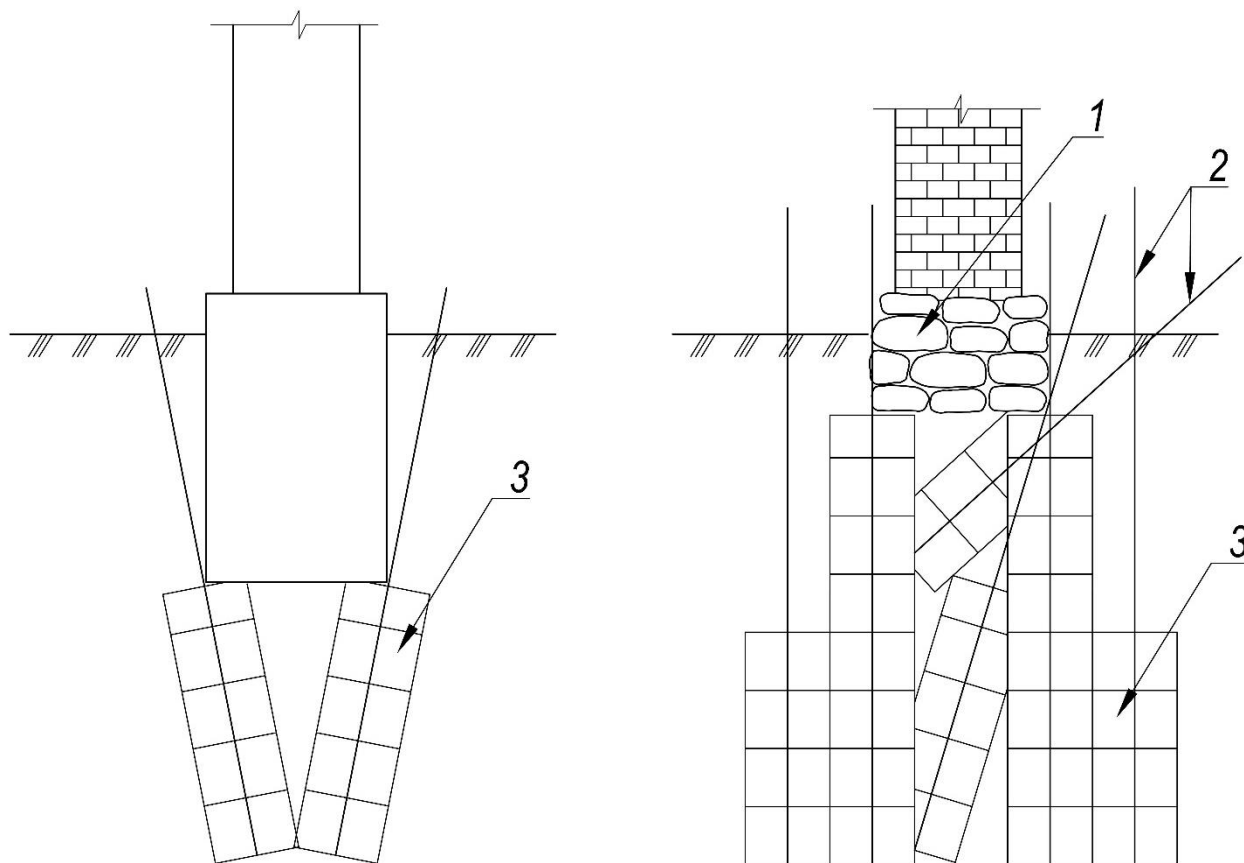

Рис. 1. Вертикальная технология. 1 – фундамент, 2 – инъекторы, 3 – закрепленные массивы по заходкам
- вертикальная технология, при которой нагнетание реагентов осуществляется через вертикально или наклонно заглубляемые инъекторы сверху вниз, с открытой поверхности земли, с мостков или с полов помещений. (Рис. 1)